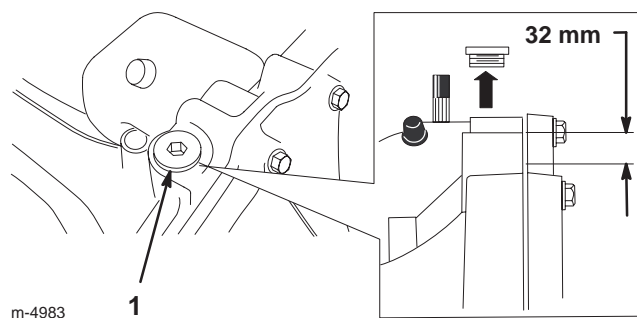

Figure 27
6. Nettoyez la surface autour du bouchon de remplissage (Fig. 27) pour éviter que des impuretés ne tombent dans le réservoir quand vous faites l'appoint d'huile.
Remarque : Le liquide doit arriver à environ 32 mm en dessous du sommet de l'orifice de remplissage (Fig. 27). Ajoutez de l'huile au besoin.